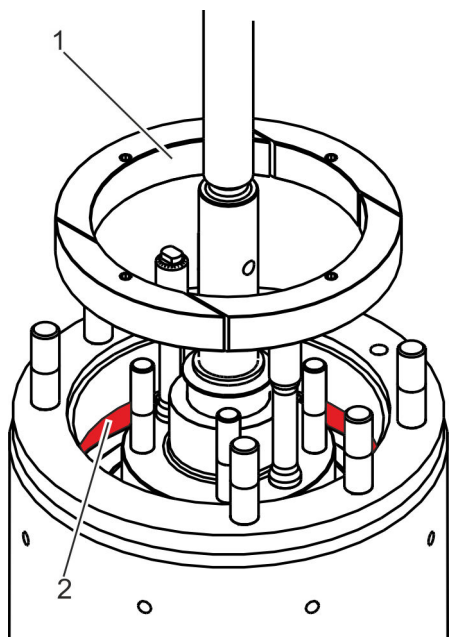

Abb. 48: Segmentringe einsetzen
- 37.** ▶ Segmente (Abb. 48/1) in die Gehäusenut (Abb. 48/2) im Gehäuse einlegen.